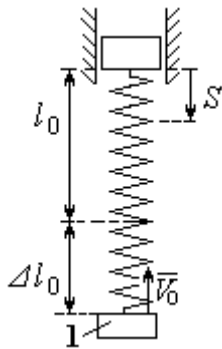

Рис. 4.12. Схема крепления груза и условия начала колебаний
**Задача 2.** Груз 1 весом  $P = 20 \text{ Н}$  подвешен на недеформированной вертикальной пружине (рис. 4.12). Жесткость пружины  $c = 800 \text{ Н/м}$ . В начальный